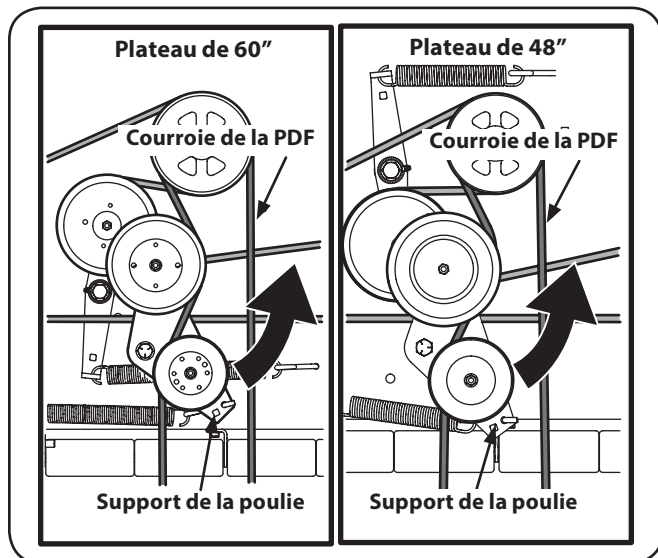

Figure 7-2
- Insérez un bras de force de 1/2" dans le support de la poulie de tension et tournez-le vers la droite du tracteur. Ensuite, faites glisser la courroie hors de la poulie de la prise de force. Voir Figure 7-2.